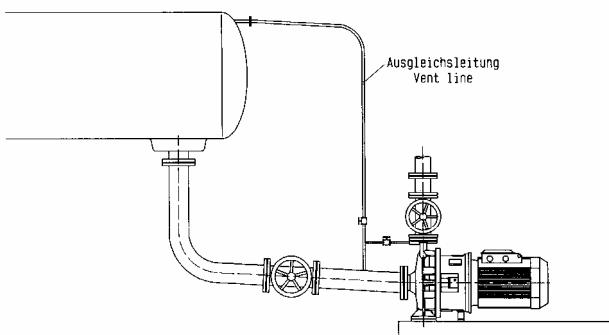

Рис. 3
- Дополнительное соединение напорного патрубка насоса с описанным выше вентилирующим трубопроводом (Рис. 3) облегчит удаление воздуха из насоса перед пуском;